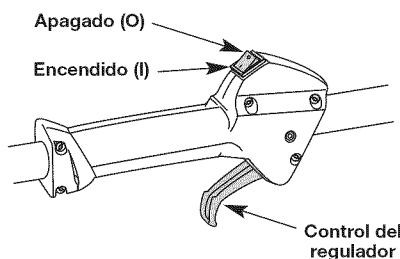

Fig. 7
NOTA: No hay necesidad de girar la unidad. Encendido/de parada el control (Fig. 7) está en la posición de trabajo siempre (I).
- Coloque el control de encendido y apagado en posición de APAGADO (O) (Fig. 7).